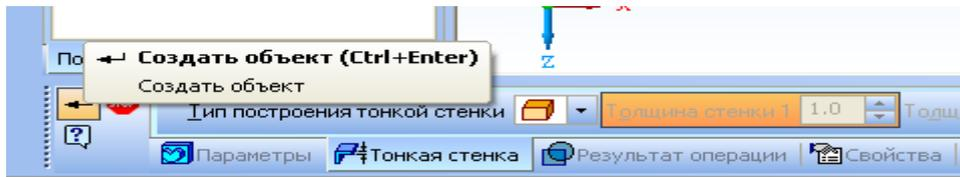
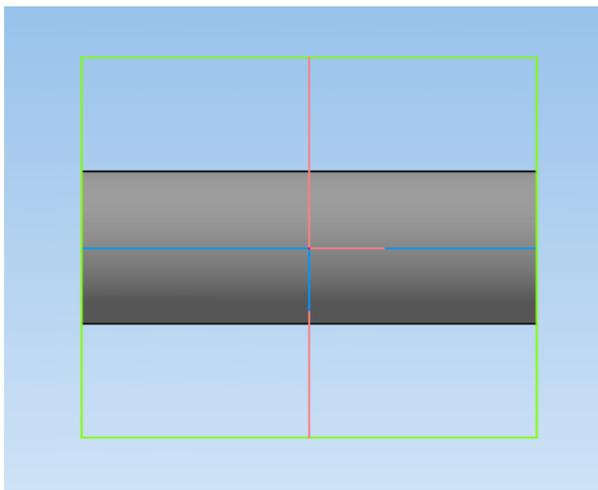

Рис. 14
Рис. 15
12. Далее нажимаете кнопку «создать объект»  (рис. 14) и у Вас должна получиться следующая деталь (рис. 15).